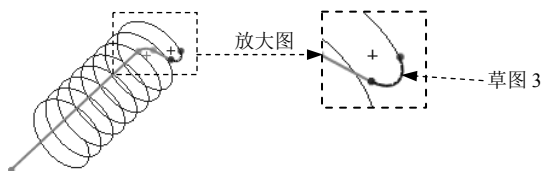
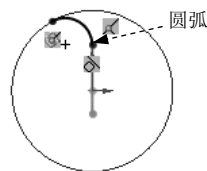

图 6.13.5 草图 3
图 6.13.6 绘制草图 3
Step3. 创建如图 6.13.5 所示的草图 3。选取基准面 1 为草图基准面，系统进入草图绘制环境，绘制如图 6.13.6 所示的草图 3（圆弧）。